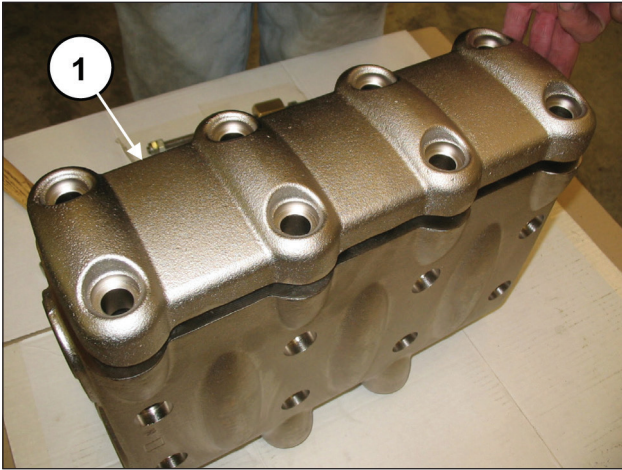
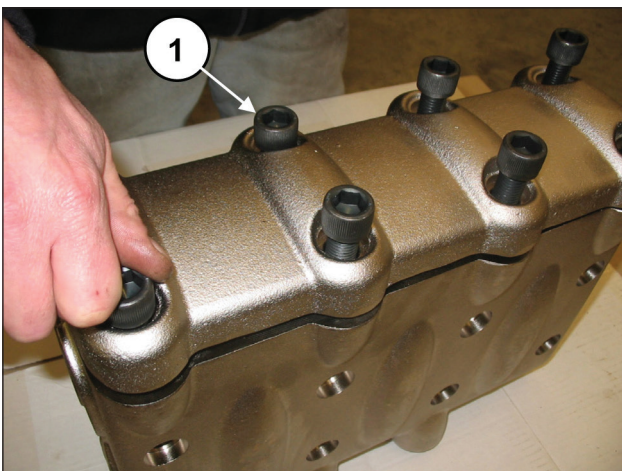

图115
图116
将阀塞连同O形圈和抗挤压环插入。阀组和阀塞的安装结束后，盖上阀盖（部件号①，图115），并拧紧8颗M16x55螺丝（部件号①，图116）。